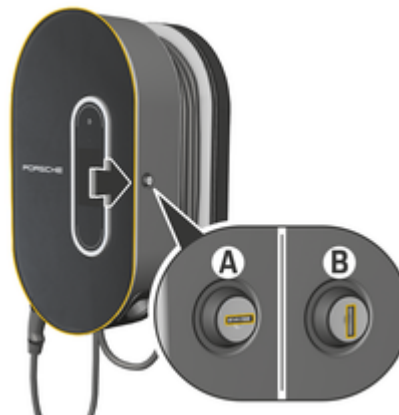

Fig. 502: Doc de încărcare
- ▶ Rotiți încuietoarea în poziția **A** (Fig. 502).
- ▶ Rotiți încuietoarea în poziția **B** (Fig. 502).